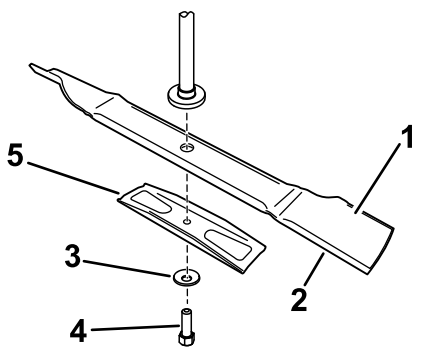

Figure 46
Tenez la lame à son extrémité avec un chiffon ou un gant épais. Enlevez de l'axe, le boulon (en le tournant dans le sens antihoraire), la rondelle bombée, le renfort et la lame (Figure 46).
2. Posez le renfort, la rondelle bombée (face concave vers la lame) et le boulon (en le tournant dans le sens horaire) de lame (Figure 46).
1. Placez la lame sur l'axe (Figure 46).